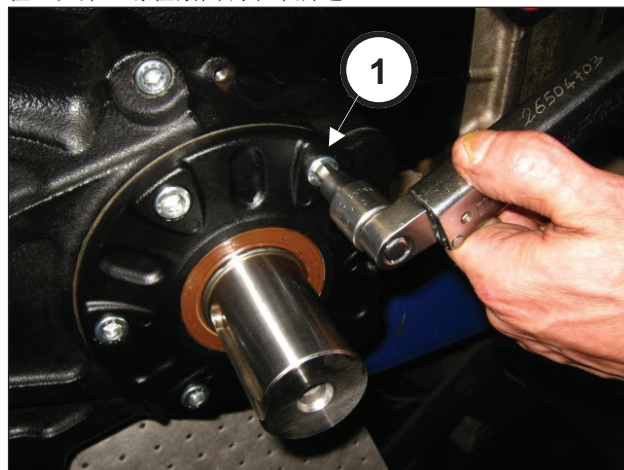

图 82
拧紧6个M10x25螺栓(①, 图 82)。利用扭力扳手调节螺栓, 如第3 螺栓紧固调节章所述。